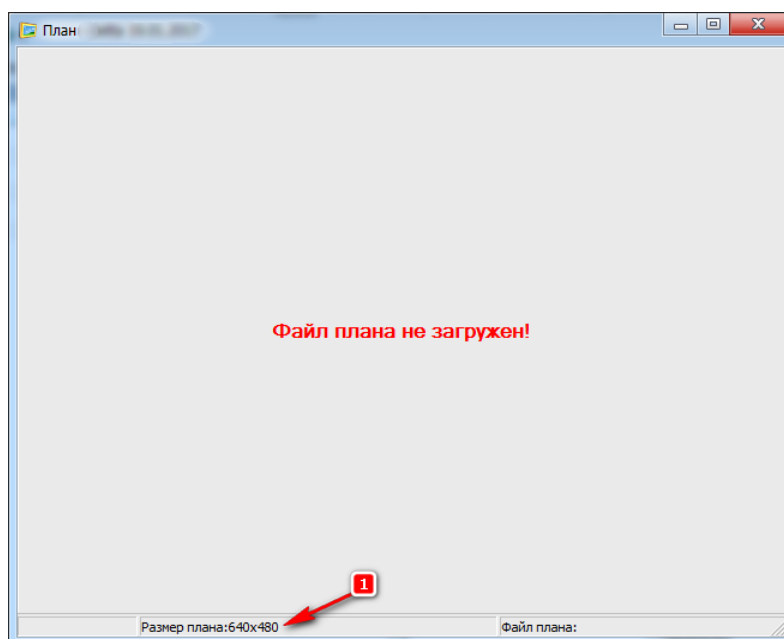

Рисунок 28.
- Подготовить файл плана в формате растрового рисунка .jpg размером, указанным в строке статуса модуля «План» (№1 – см. рисунок 28). Например, в поле статуса указан “Размер плана: 640x480”, следовательно, необходимо подготовить растровый рисунок формата JPG размером 640 на 480 пикселей;